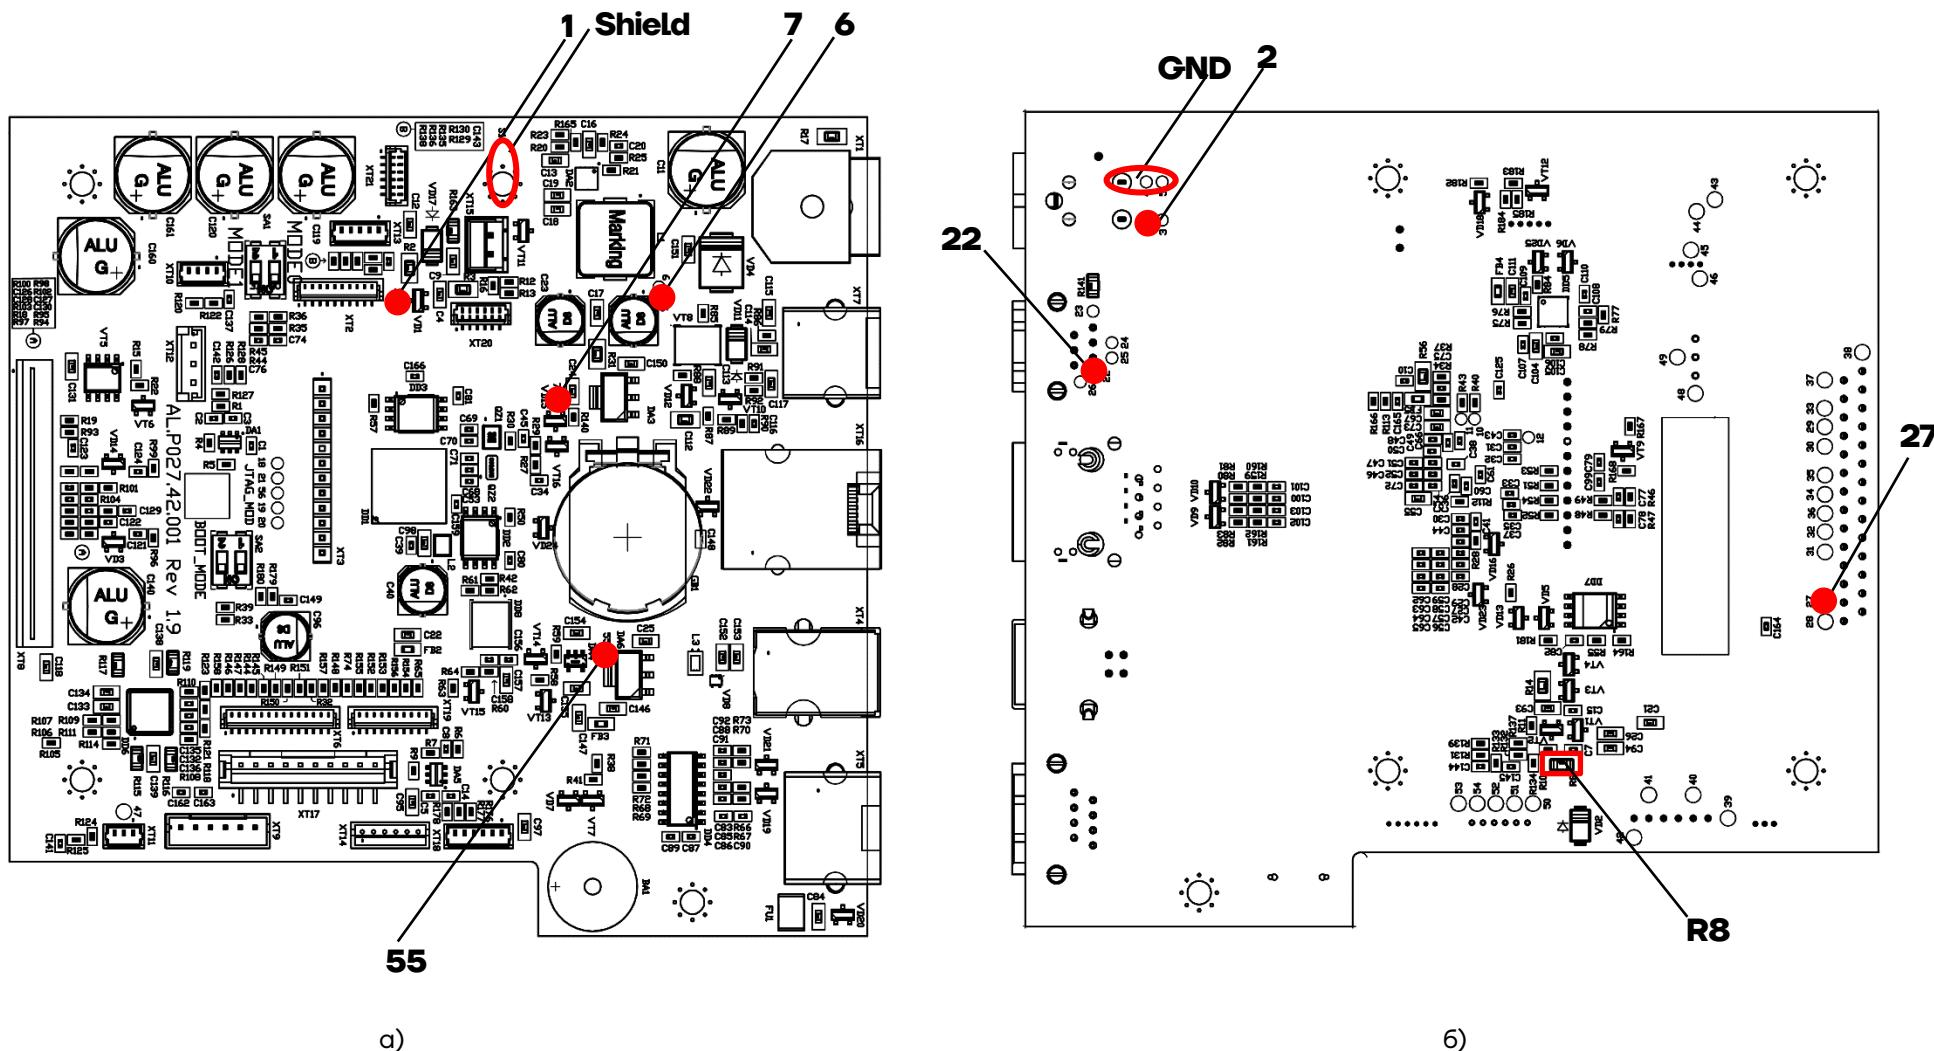

Рисунок 33. Контрольные точки блока управления AL.P027.42.000, rev. 1.7, 1.9: а) верхняя сторона; б) нижняя сторона
Не включая питание, проверить сопротивление между следующими контрольными точками блока управления (рисунок 33 содержит расположение и обозначение контрольных точек) и контрольной **точкой GND (4)** на нижней части БУ или контрольной точкой **Shield** на верхней стороне БУ.